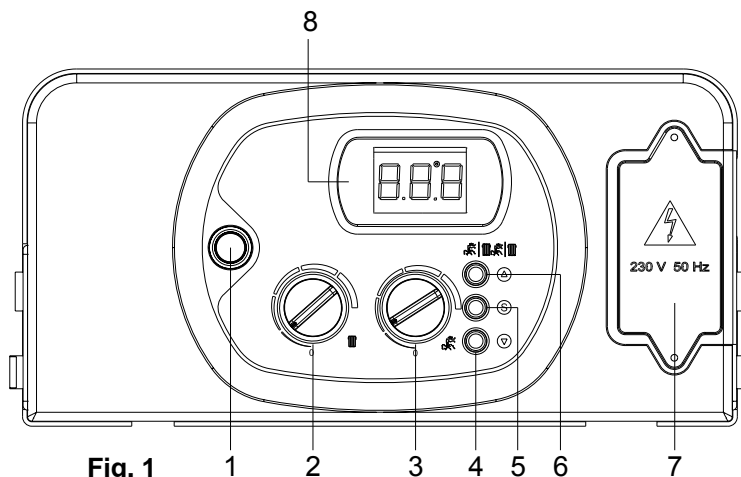

Fig. 1
- attivare la caldaia posizionando l'interruttore **1** su ON (fig. 1);
Per commutare la caldaia in funzionamento "ESTATE" agire sul pulsante **6** (fig. 1) in questo caso la caldaia lavora solo per la funzione sanitario. L'impostazione in modalità "ESTATE" della caldaia è rappresentata dall'accensione del simbolo  con segnale fisso sul display del pannello comandi.
Per commutare la caldaia in funzionamento "INVERNO" agire sul pulsante **6** (fig. 1) per selezionare solo la funzione riscaldamento. L'impostazione in modalità "INVERNO" della caldaia è rappresentata dall'accensione del simbolo  con segnale fisso sul display del pannello comandi.
Per commutare la caldaia in funzionamento ESTATE/INVERNO agire sul pulsante **6** (fig.1); in questo caso la caldaia lavora solo per le funzioni riscaldamento/acqua calda sanitaria. Il funzionamento ESTATE/INVERNO si riconosce dall'accensione contemporanea dei simboli  con segnale fisso sul display del pannello comandi.
La regolazione della temperatura si effettua per mezzo della manopola **2** (fig.1);
La regolazione della temperatura si effettua per mezzo della manopola **3** (fig.1);
In questo paragrafo sono elencati i possibili codici di errore che la caldaia può visualizzare nel display **8** (fig. 1 ) con le relative segnalazioni e le relative operazioni che l'utente può effettuare per lo sblocco della caldaia.